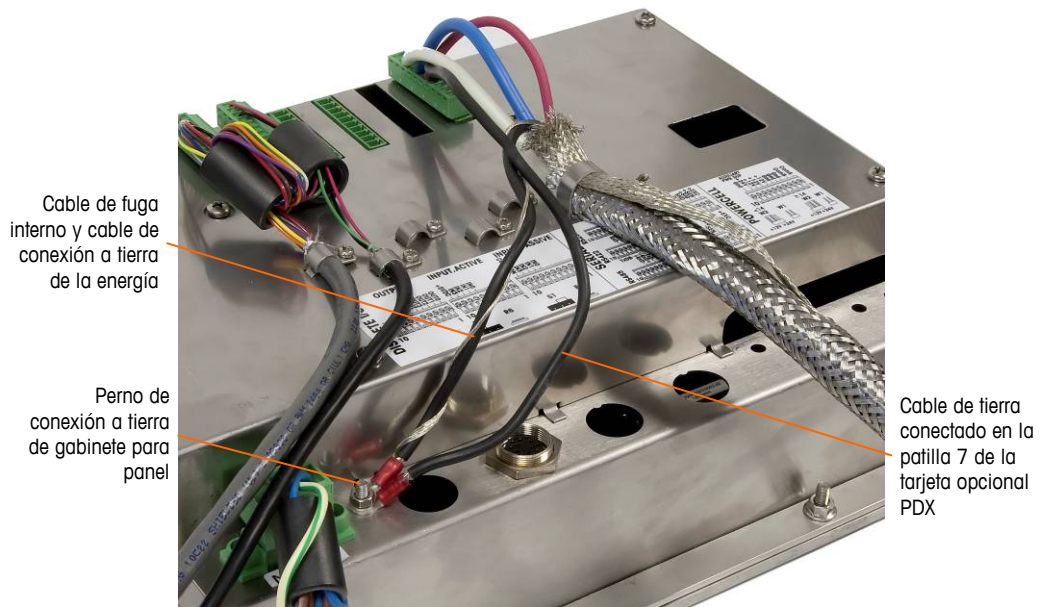

Figura 2-48: Conexión a tierra de energía terminada del cable de conexión PDX, gabinete para montaje en panel
- 6. Para un **gabinete para montaje en panel del IND780**, haga las terminaciones descritas en el paso 5 en el perno de conexión a tierra externo que se indica en la Figura 2-48.